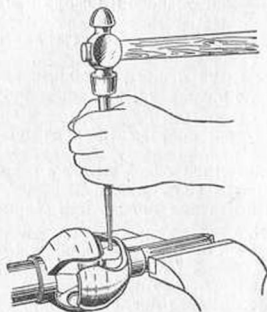

Рис. 81. Разборка шарнира постоянной угловой скорости.
1) выбить при помощи борodka стопорный штифт (рис. 81);